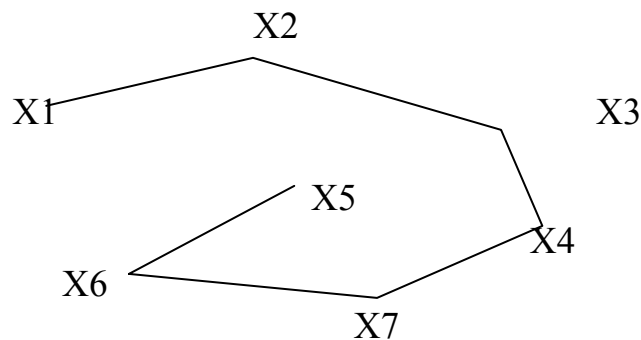

Рисунок 4 – Кратчайший остов графа
2) Используя найденные множества T_s и A_s , построим кратчайший остов данного графа (рисунок 4).